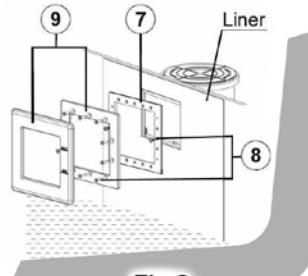

Fig.2
Antes de instalar o Skimmer na piscina, verifique que este está posicionado a favor dos ventos dominantes (ver fig. 2), para que o vento ajude a levar a sujidade que fica na superfície da piscina até à boca do Skimmer de mochila.
4.1.1. PRÉ-FIXAÇÃO DA ABERTURA DE RETORNO DO SKIMMER DE MOCHILA (Fig. 2)
Introduza o anel de fricção e uma das juntas (Fig. 2) na abertura de retorno.
Por fora da piscina, introduza a outra junta (Fig. 2) na parte rosada da abertura de retorno que sobressai.
Enrosque bem a abertura de retorno no corpo do Skimmer de mochila utilizando a chave (Nº 13 Fig. 2).
Introduza a junta tórica (Fig. 2) na tampa de Inverno (Nº14 Fig. 2) e enrosque a tampa na abertura de retorno pelo interior da piscina, utilizando a chave (Nº13 Fig. 2). Desmonte o cartucho, seque-o e guarde-o.